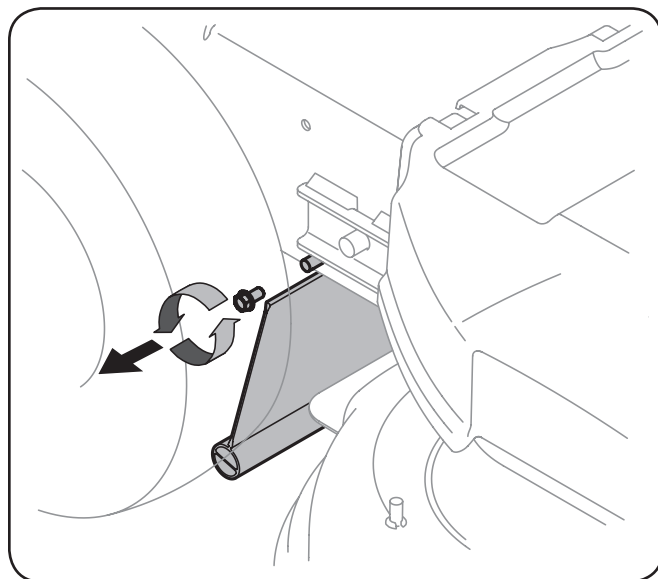

Figura 7-7
1. Extraiga el tornillo que fija el escudo al lado derecho de la cortadora. Vea Figura 7-7.